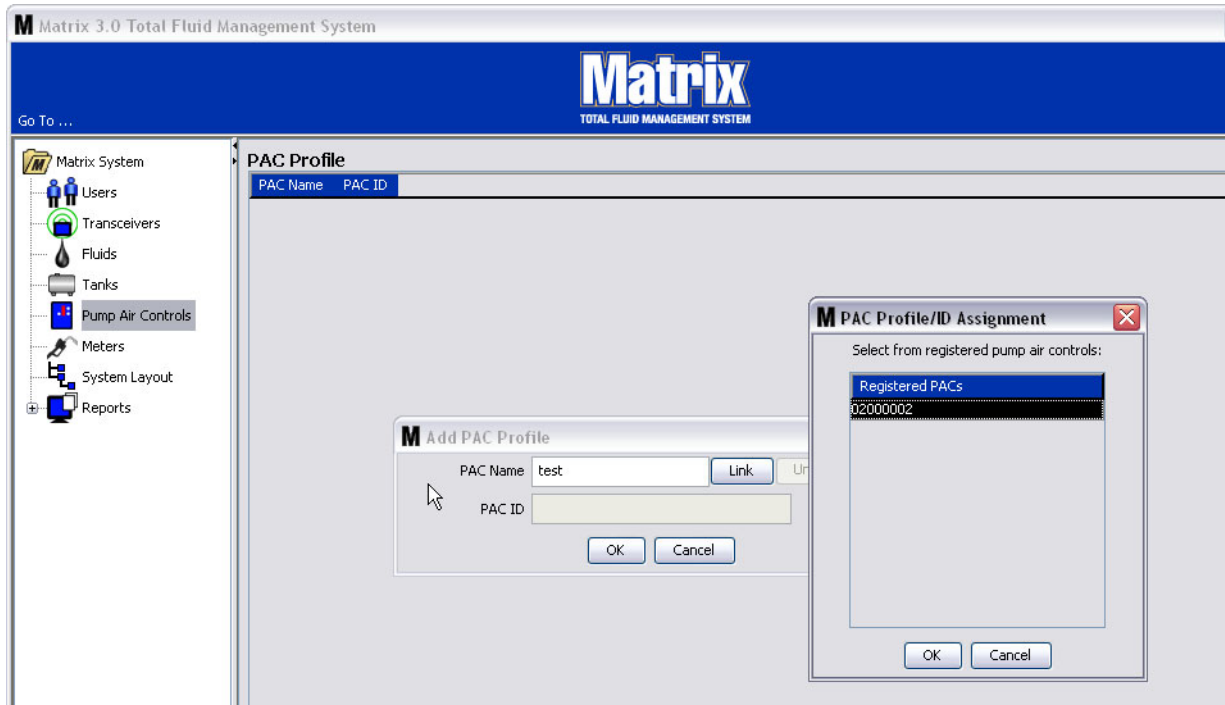

FIG. 81
- Après avoir donné un nom à la PAC, cliquez sur le bouton "Link" (Associer). L'écran "Profile/ID Assignment" (Attribution Profil/Identification) illustré dans la FIG. 81 s'affiche. Dans la liste des pompes à commande pneumatique enregistrées, sélectionnez une PAC. Cliquez sur "OK" pour fermer la fenêtre et enregistrer les modifications. Une description complète de la procédure d'enregistrement de la PAC est fournie dans le manuel d'instructions de la pompe à commande pneumatique. Des instructions sont également fournies dans la section Comment enregistrer une pompe à commande pneumatique dans l'Annexe A de ce manuel, page 107.